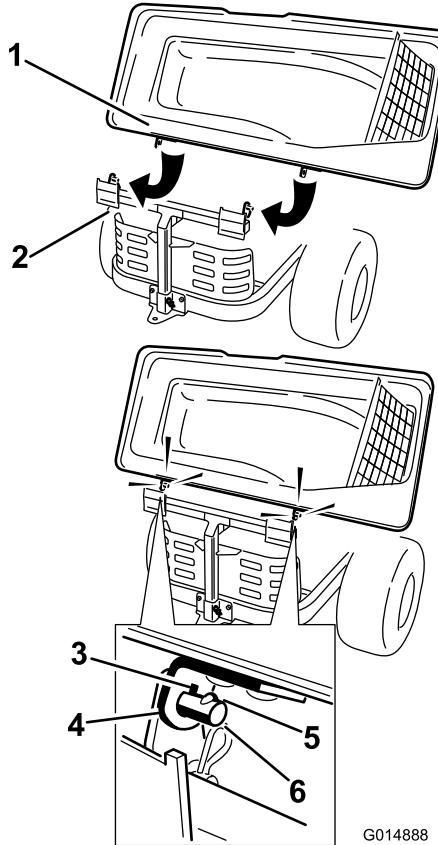

Figura 21
- Gire la tapa del ensacador para alinear los orificios de los soportes de la tapa del ensacador con las clavijas de los pivotes del bastidor del ensacador (Figura 21).